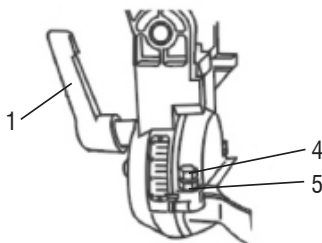

Fig. 18 - Ajuste do batente de 45°
- 1 - Posicione o cabeçote da máquina na posição mais baixa, Fig. 18;
- 2 - Solte o manipulador (1);
- 3 - Incline o cabeçote mais para esquerda possível, até encostar no batente (4);
- 4 - Aperte o manipulador (1);
- 6 - Caso seja encontrado folga entre o esquadro e a lâmina, solte a porca (5);
- 7 - Ajuste o batente (3) e aperte a porca;